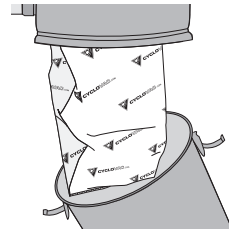

Abbildung 14
1. Öffnen Sie die beiden Behälterverschlüsse, und nehmen Sie den Staubbehälter weg (**Abbildung 14**).